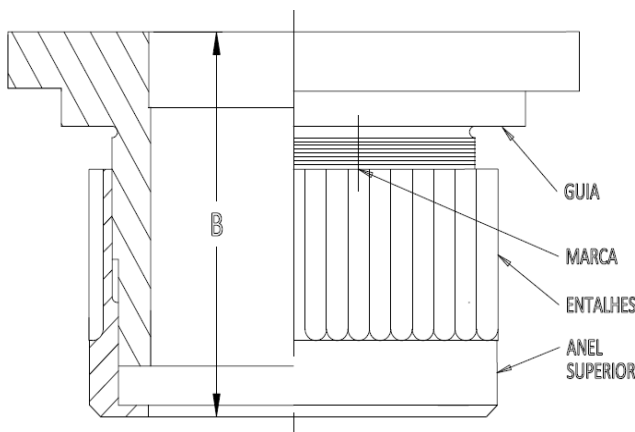

Figura 05
- 8.1.7** Remova o parafuso de bloqueio superior (04). Remova o conjunto haste (19), guia (17), anel de regulagem superior (08), suporte do disco (12) e disco (09), puxando a haste para cima e tomando cuidado para não alterar o posicionamento do anel. Proteja a superfície de vedação do disco. Marque a posição dos entalhes do anel superior em relação à guia e no anel. Anote a dimensão B conforme **Figura 05**, estes procedimentos ajudarão a posicionar o anel de regulagem superior exatamente na posição em que se encontrava antes da desmontagem.